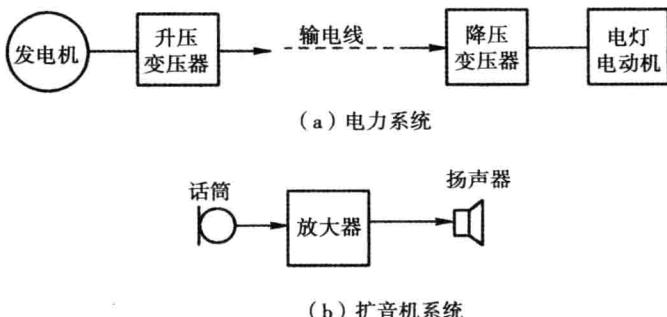

图 1-1 电路示意图
(1) 电能的输送和转换。通常指的是电力工程，如图 1-1 (a) 所示，包括发电、输电、配电，把电能转换成机械能、光能、热能等，以及交直流之间的整流、逆变过程等。在这一过程中，能量输送交换的规模较大，人们关注的是尽可能地减少损耗，以提高效率。
(2) 信号的传递和处理。这是以传递和处理信号为目的的电路，如在生产过程中各种物理量的自动调节，将语音、文字、音乐、图像等转换成电信号的接收和处理等。在信号的传递和处理过程中，虽然也进行能量的输送和转换，但其数量极少，所关注的是如何准确地传递和处理信号，保证信号不失真，如图 1-1 (b) 所示。